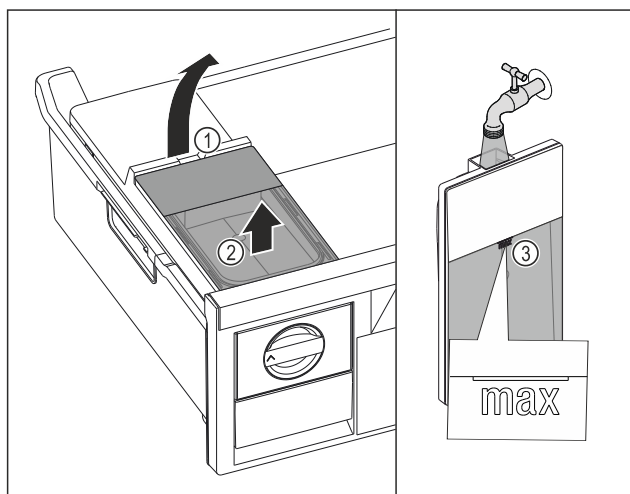

Fig. 103
- Підняти бак для води за заглиблення Fig. 103 (1).
- Вийняти бак для води рухом вгору. Fig. 103 (2)
- Наповнити бак для води питною водою до позначки Fig. 103 (3).